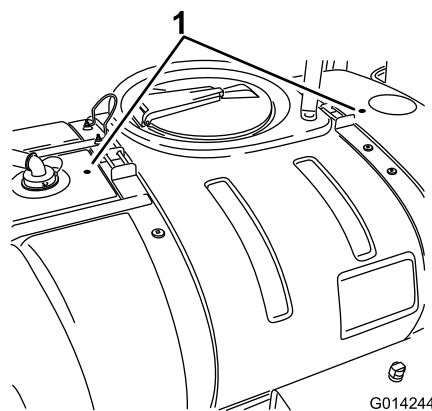

Рисунок 11
2. Найдите в основном баке две отметки для сверления (Рисунок 11).